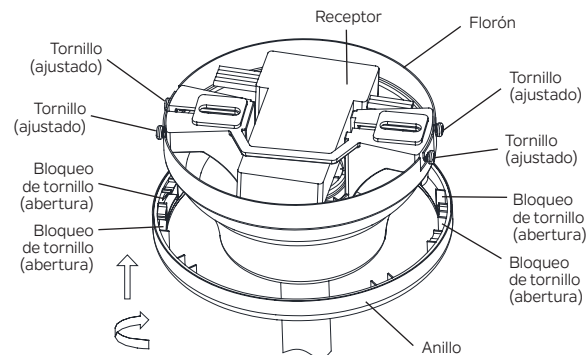

Figura 16
Paso 5. Levante con cuidado el anillo decorativo hasta la parte superior del florón. **(Figura 16)**
NOTA: El anillo decorativo se deslizará hacia arriba en su posición cuando esté alineado con las cabezas de los tornillos en el soporte de montaje en el techo. Alinee las aberturas en la parte superior de los bloqueos de tornillo (2 en cada lado del anillo decorativo) con las 2 cabezas de tornillo a cada lado del soporte de montaje en el techo. **(Figura 16)**
Gire con cuidado el anillo decorativo (en el sentido de las agujas del reloj) hasta que encaje en su posición en las cabezas de los tornillos. **(Figura 16).**